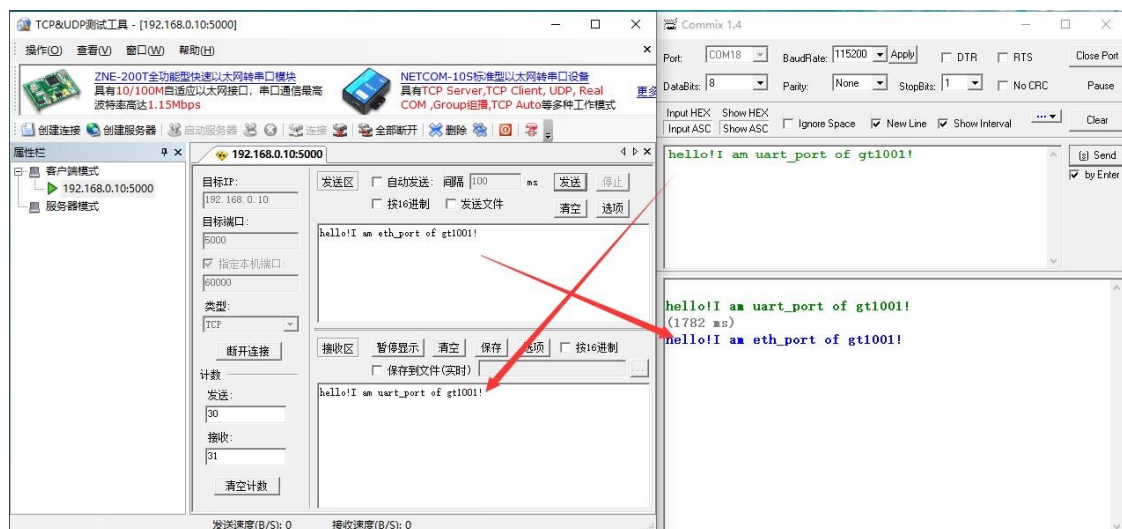

Abbildung 6-19 Kommunikationstest im TCP-Server-Modus
4) Das Modul fungiert als Server, der aktiv eine Verbindung mit dem Computer herstellt (der Computer sendet eine Verbindungsanfrage und klickt auf die Schaltfläche "Verbinden" für eine direkte Kommunikation geöffnet werden kann, mit der in Abbildung 6-19 dargestellten Kommunikationsschnittstelle.